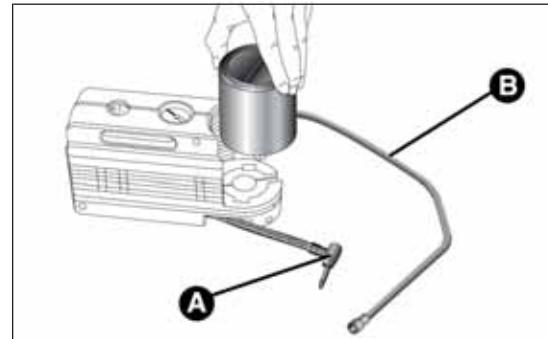

fig. 169
- disinserire l'innesto A fig. 169;